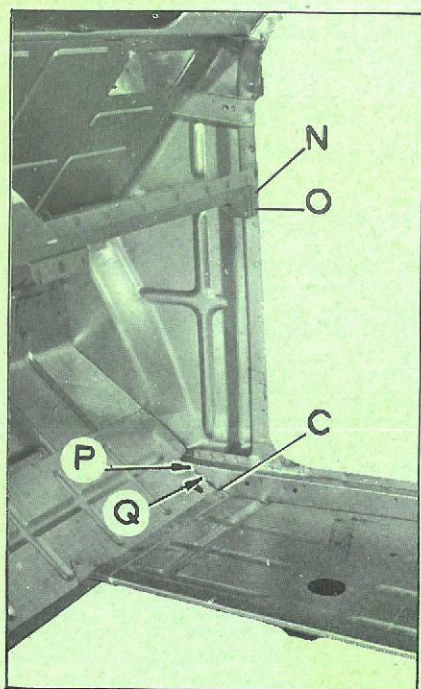

Fig. 3
- NO (fig. 3)
- PQ (fig. 3)
- c (fig. 3)